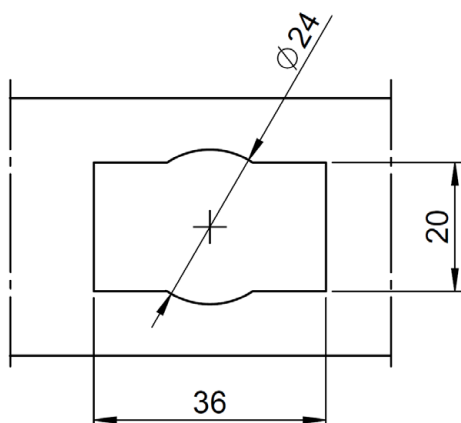

Bild B2: Maße der Öffnung des Anbauteils zur Durchführung der Gewindeplatte des Varifix® Schnellbefestiger Powerknopf 41 (Maße in mm)
- Das Anbauteil/Zubehörteil an die Schiene für die Ermittlung des Scherwiderstands des Varifix® Schnellbefestiger Powerknopf 41 entspricht einem Stahl der Güte S235JR (1.0037) 5 µm nach EN 10025 in 6 mm Dicke mit einer Öffnung zur Durchführung der Gewindeplatter des Verbindungsknopfs gemäß Bild B2.